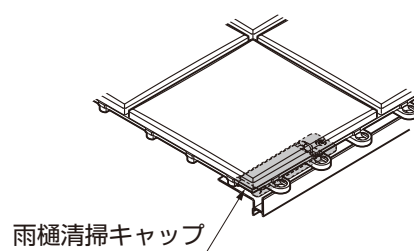

図4-10
- 雨樋清掃キャップと床化粧材が干渉しないようにしてください。(図4-10参照)
①タイルの凸部と凹部を連結させて配置してください。